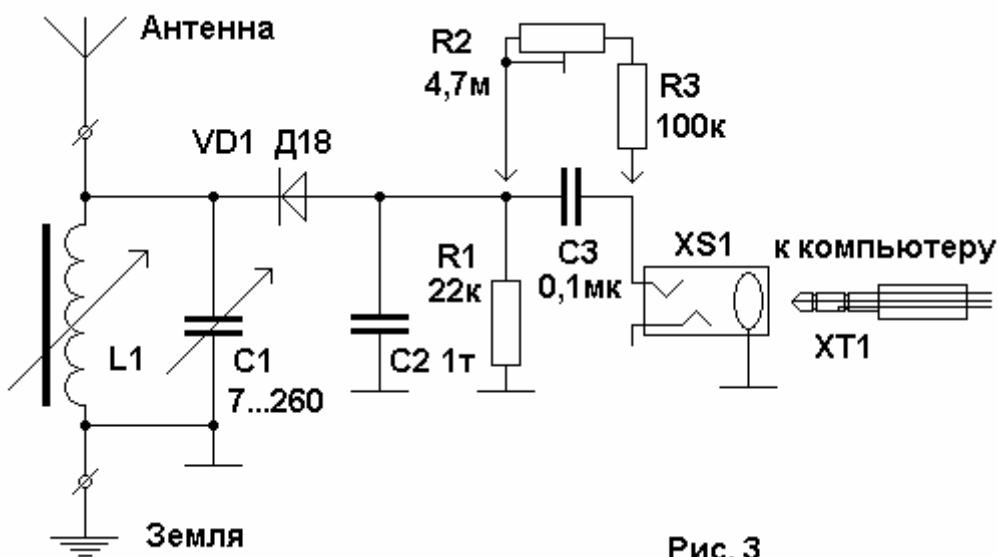
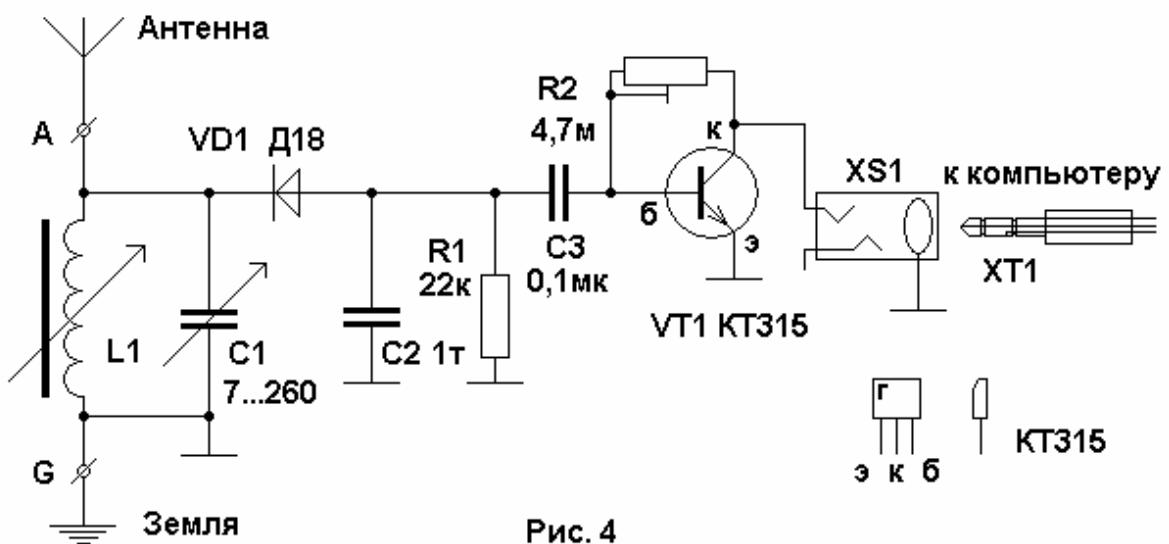
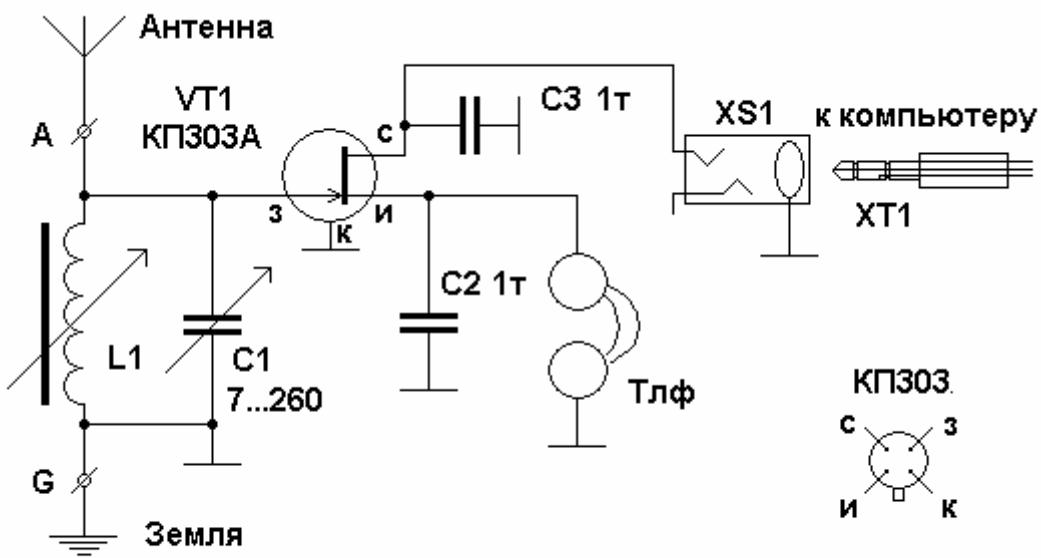

Рис. 3
Рис. 4
Рис. 5
Следующие достоинства выявляются, если обратиться к схеме детекторного приемника для компьютера, показанной на рис. 3. Длинную antennу вы вряд ли сделаете, а antennу короче 10 м оказывается электрически малой в диапазонах ДВ и СВ. Емкость antennы можно оценить из расчета 6...10 пФ на метр длины провода (зависит от его толщины и наличия окружающих предметов). Таким образом, емкость antennы не превзойдет 60...100 пФ, и ее можно подключить ко всему контуру. Если же antennа длиннее, между ней и контуром следует включить конденсатор емкостью от 5,6 до 68 пФ. Чем меньше эта емкость, тем слабее связь
Сказано – сделано. Для кремниевых диодов (КД503, КД522 и многие другие, высокочастотные) надо добавить цепочку резисторов R2 – подстроечный и R3 – ограничивающий, и затем подобрать оптимальное смещение на диоде. У других компьютеров питание электретного микрофона может быть сделано по-другому, ведь бывают и трехвыводные микрофоны (питание – сигнал – земля). Так, у одного ноутбука напряжение питания 7 В обнаружилось на среднем выводе штекера, сигнал надо было подавать на крайний, а землей, как обычно, служило основание. В этом случае правый (по схеме рис. 3) вывод цепочки R2R3 надо соединить со средним выводом разъема XS1.
**Однотранзисторные приемники.** Самый простой вариант – это сделать на одном транзисторе усилитель звуковой частоты к уже имеющемуся (или вновь собранному) детекторному приемнику. При этом значительно повышается уровень низкочастотного сигнала, подводимого к компьютеру. Схема показана на рис. 4. Детекторный приемник здесь такой же, какой был описан в предыдущем номере журнала (см. рис. 3). Его можно заставить работать даже в трех радиовещательных диапазонах – ДВ, СВ и КВ, если намотать на каркас катушки L1 (от магнитной антенны) 200...230 витков провода ПЭЛШО 0,15...0,35, а еще лучше литцендрата любого типа, какой найдете. Очень удобны секционированные каркасы от МА старых радиоприемников, с внутренним диаметром 10 мм, содержащие 8...12 секций. В каждую секцию наматывают примерно по 20 витков просто вnavал. Ферритовый стержень (или его обломок) большого диаметра увеличивает диапазон перестройки индуктивности, а, следовательно, и диапазон принимаемых частот.
Интересны приемники, в которых единственный транзистор выполняет функции детектора и одновременно усилителя продетектированного сигнала, что несколько повышает чувствительность. А для того, чтобы входное сопротивление транзистора не шунтировало колебательный контур и не снижало селективность приемника, хорошо использовать полевые транзисторы, у которых входное сопротивление (цепь затвора) очень высокое. Схема однотранзисторных приемников довольно много, и хорошим примером служит копия регенератора Армстронга, описанная в Юном Технике № 7 за 2014 год, стр. 72...77. Выход приемника по схеме рис. 3 на стр. 77 этого номера (показан стрелкой) можно непосредственно соединить с микрофонным входом компьютера, на котором уже имеется напряжение питания. При автономном же использовании этого приемника к выходу присоединяют высокоомные наушники, последовательно соединенные с батареей питания (минусом – к земле).
Когда-то, экспериментируя с простыми приемниками, автору удалось сконструировать даже еще более простую схему (рис. 5), вообще не содержащую резисторов! Полевой транзистор здесь включен в режиме истокового детектора (в ламповые времена он назывался катодным детектором). Суть его в следующем: цепь истока содержит большое сопротивление, в данном случае – сопротивление высокоомных телефонов **Тлф**, порядка 3,2...4,4 кОм. Ток транзистора, проходя через это сопротивление, создает падение напряжения, приложенное плюсом к истоку, а минусом к затвору. В результате рабочая точка транзистора оказывается
**Двухтранзисторный приемник.** Собственно, был добавлен каскад усиления ЗЧ на биполярном транзисторе, почти такой же, как и в схеме по рис. 4. Но хотелось, чтобы дополнительный транзистор усиливал сигнал не только на входе компьютера, но и на наушниках. Этого удалось достигнуть, подав смещение на транзистор УЗЧ с нагрузки истокового детектора (рис. 5).